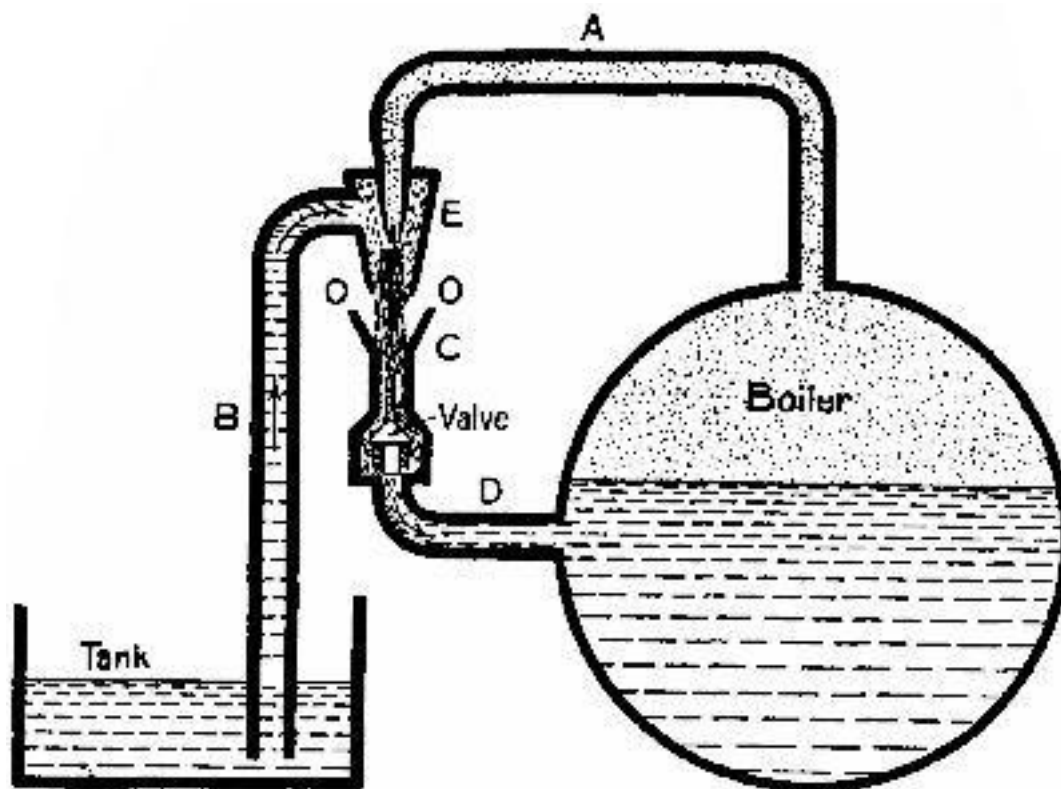

Рис. 15.Схема, иллюстрирующая принцип работы паровой форсунки.
Вода внутри котла поддерживается на должном уровне с помощью (1) насосов или (2) форсунок. Первые чаще всего используются в стационарных и судовых котлах. Поскольку их механизм во многом такой же, как у обычных нагнетательных насосов, которые будут описаны в следующей главе, мы можем сразу перейти к *инжектору*, который сейчас почти повсеместно используется на локомотивах, а иногда и на стационарных котлах. На первый взгляд инжектор представляет собой механический парадокс, поскольку он использует пар из котла для нагнетания воды в котел. На рис. 15 мы видим иллюстрацию принципа работы инжектора. Пар выводится из котла по трубе А, которая заканчивается соплом, окруженным конусом Е, соединенным трубой В с резервуаром для воды. При включении подачи пара он с огромной скоростью вырывается из сопла и создает частичный вакуум в конусе Е, который вскоре заполняется водой. При встрече с водой пар конденсируется, но не раньше, чем он передаст часть своей *скорости* воде, которая, таким образом, набирает достаточный импульс, чтобы опустить клапан и найти свой путь в котел. Переливное пространство О О между Е и С позволяет пару и воде выходить наружу до тех пор, пока вода не наберет необходимую скорость.